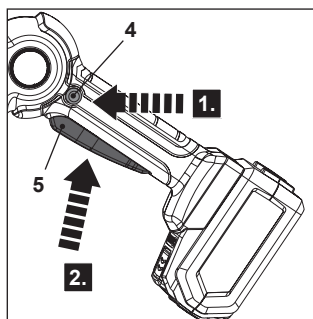

Fig. 9
1. Prima o botão de bloqueio de segurança (4) e mantenha-o nessa posição (Fig. 9, passo 1) para desbloquear o interruptor para ligar/desligar (5) (Fig. 9).